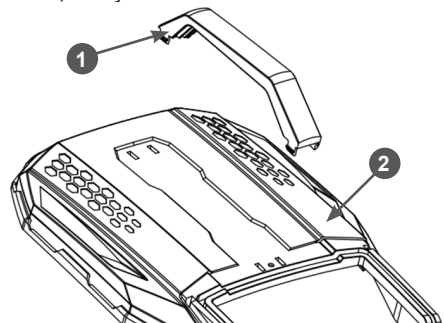

Рис. 9. Установка рукоятки травосборника
7. Установите рукоятку травосборника. Вставьте защелки рукоятки в отверстия в верхней части травосборника (Рис. 9). Каждая защелка должна защелкнуться.